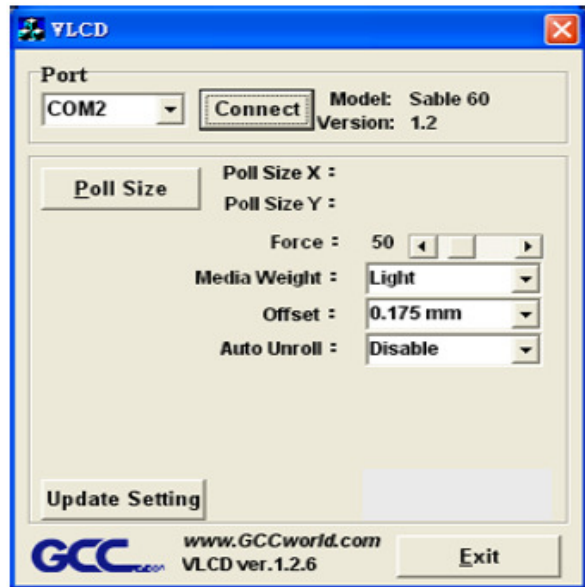

Abb.3-3
**Schritt 4** Drücken Sie die Taste **Connect**, um Ihren Computer und den Plotter zu verbinden. Wurde die Verbindung hergestellt, erscheinen die Modell- und Versionsinformation sowie die einstellbaren Parameter (Abb. 3-3).